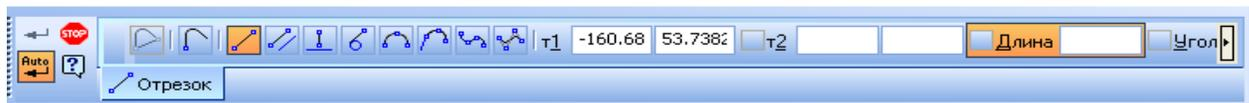

Рисунок 15. Элементы управления команды *Непрерывный ввод объектов*
- Команда *Непрерывный ввод объектов* предназначена для последовательного ввода отрезков, дуг и сплайнов, причем последняя точка предыдущего объекта автоматически становится первой точкой нового. Элементы управления этой команды (рис. 15) дают возможность при каждом новом вводе выбирать тип объекта и способ его создания.
Выбрать нужную команду перед вводом очередного объекта можно при помощи кнопок-переключателей группы *Тип* (рис. 15).